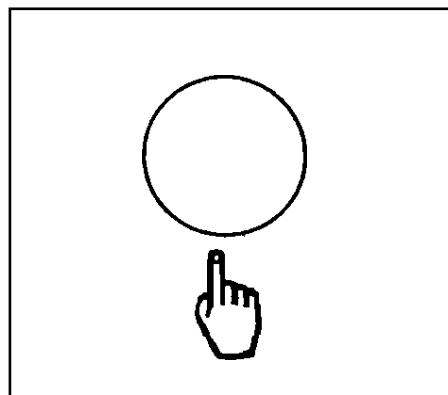

Figura 33
5. La máquina tiene un botón de pulsación única en el tablero de control (consulte la figura 33) que se encuentra configurado previamente para una presión de cepillo y un flujo de solución. Oprima un momento el botón de pulsación única si desea usar estas configuraciones. **NOTA: Si esas no son las configuraciones que desea usar consulte la página 44 o la operación con pulsación única.**